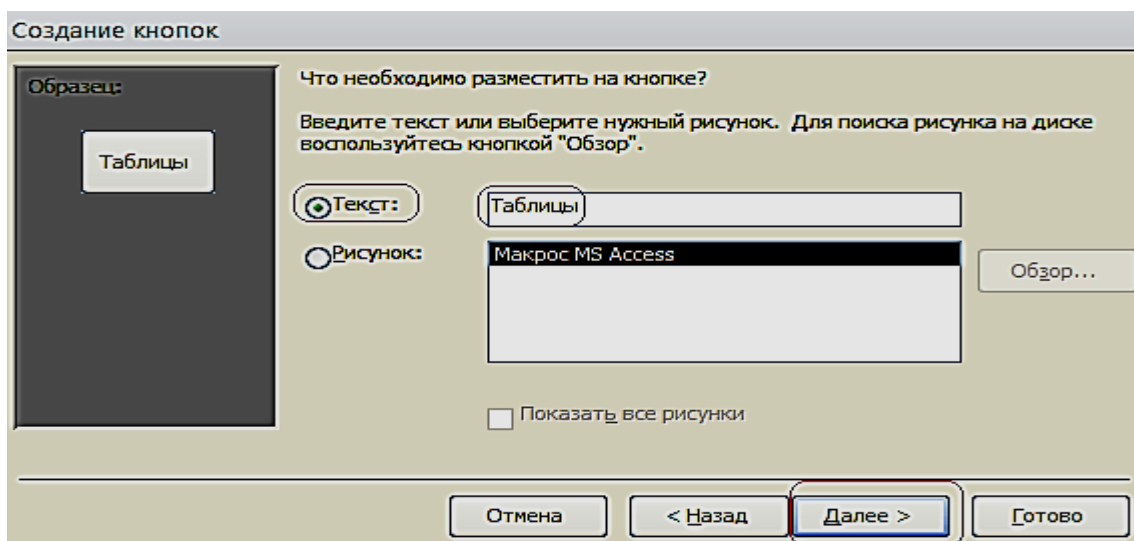

Рис. 6.9. Размещение текста на кнопке
3. В тексте напишем название **Таблицы** и выполним действия, указанные по кнопке **Далее** (рис. 6.9).